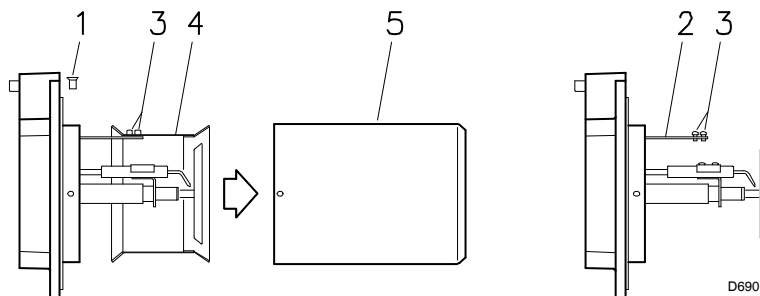

Fig. 8
5.5 Fixation du brûleur à la chaudière (Fig. 8)
- Dévisser les vis 1) (Fig. 8) et démonter la buse 5).